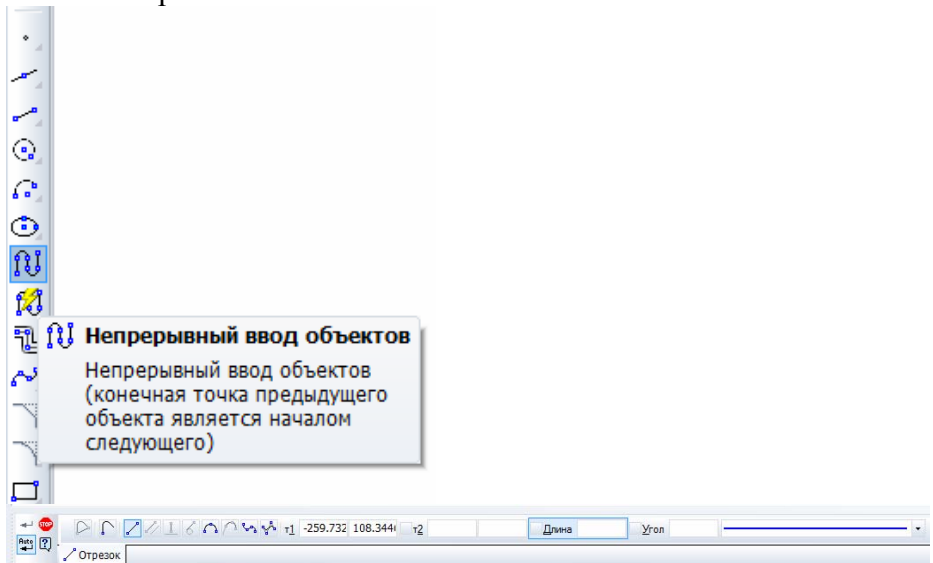

Рис. 1.9. Панель **Непрерывный ввод объектов**
2. Активизируйте команду **Непрерывный ввод объектов**, рис. 1.9. Параметры отрезка при его создании и редактировании отображаются в отдельных **полях Строки параметров**: два поля координат X и Y начальной (p1) и конечной (p2) точек, поле длины отрезка (ln), поле его угла наклона (an), поле стиля отрезка.